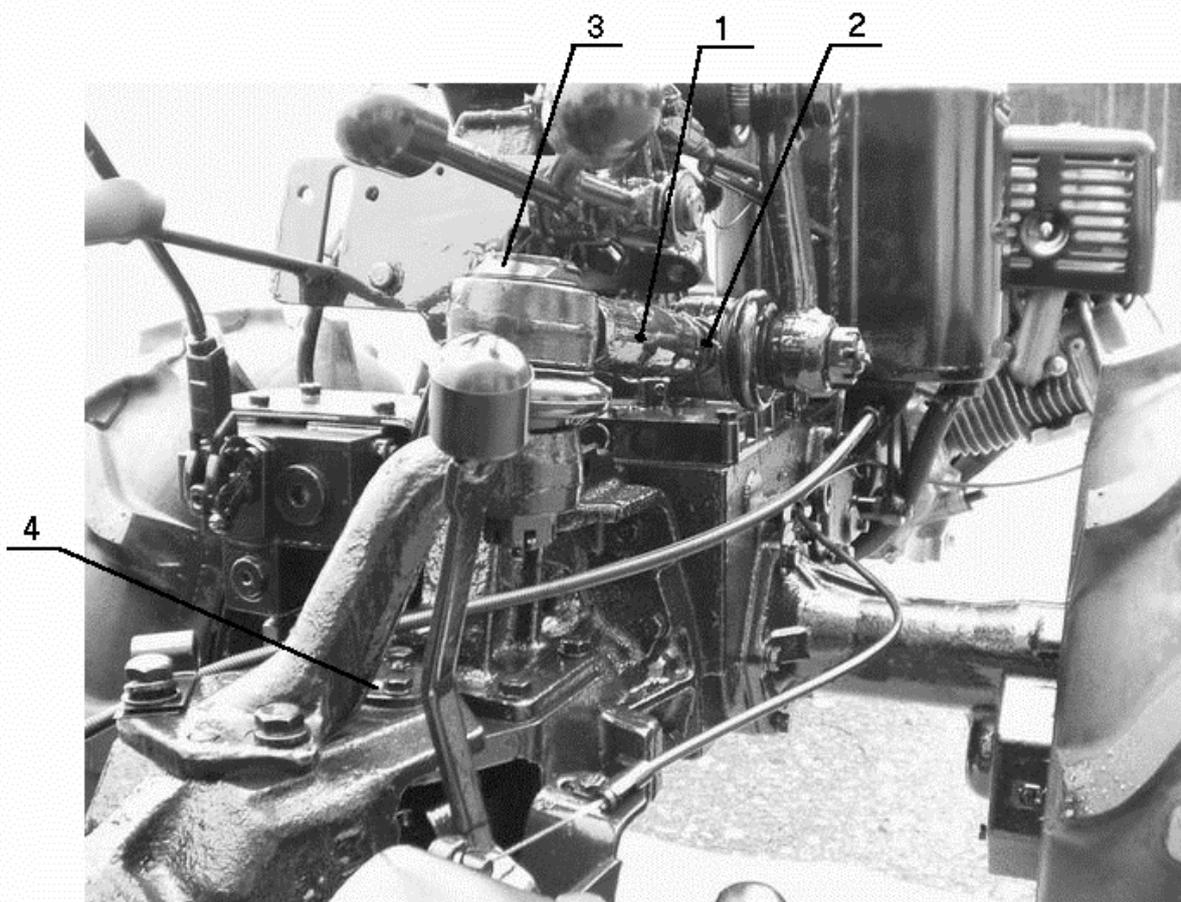

Рисунок 10 – Тяга рулевого управления
- а) Отпустите контргайку 2 рулевой тяги 1 (рисунок 10).
б) Отсоедините рулевую тягу 1 от сошки (рисунок 10).